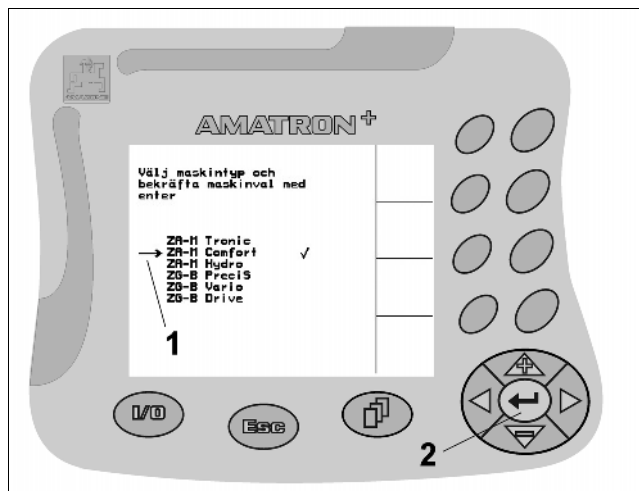

Fig. 14
- Urvalspilen (Fig. 14/1) placeras med  eller .
- Bekräfta valet med  (Fig. 14/2).